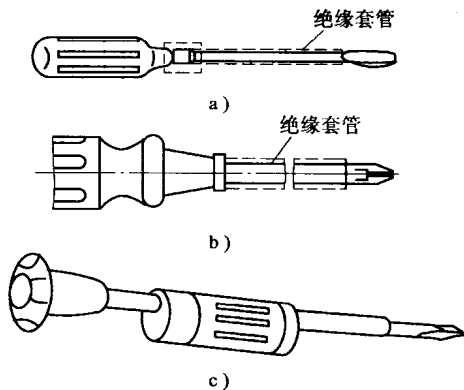

图 1-6 螺钉旋具
4. 螺钉旋具 螺钉旋具俗称螺丝刀、起子或改锥，是一种紧固或拆卸螺钉的工具。按其头部形状，可分为一字形和十字形两种，如图 1-6 所示。按其手柄材料不同，可分为木柄和塑料柄两种。塑料柄具有较好的绝缘性能，适合于电工使用。